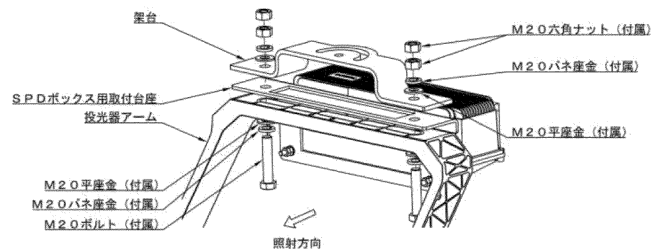

図5
②図5のように、架台とSPDボックス用台座を付属のM20ボルト類にて固定してください。